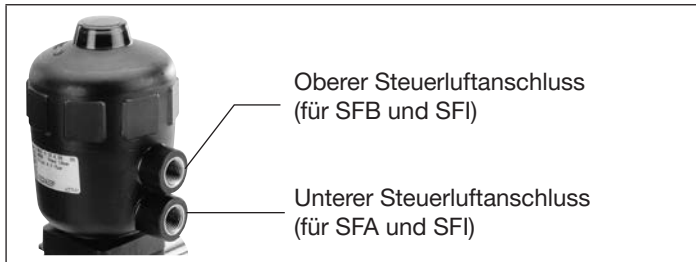

Bild 28: Pneumatischer Anschluss
- Unteren Steuerluftanschluss mit Druckluft (Wert wie auf dem Typschild angegeben) beaufschlagen (siehe „Bild 28“). Dies ist erforderlich, damit sich die Membran vom Gehäuse löst und nicht beschädigt wird.
- Unteren Steuerluftanschluss mit Druckluft (Wert wie auf dem Typschild angegeben) beaufschlagen (siehe „Bild 28“).
- Oberen Steuerluftanschluss mit Druckluft (Wert wie auf dem Typschild angegeben) beaufschlagen (siehe „Bild 28“).
→ Steuermedium an oberen und unteren Anschluss anschließen (siehe „Bild 28: Pneumatischer Anschluss“).